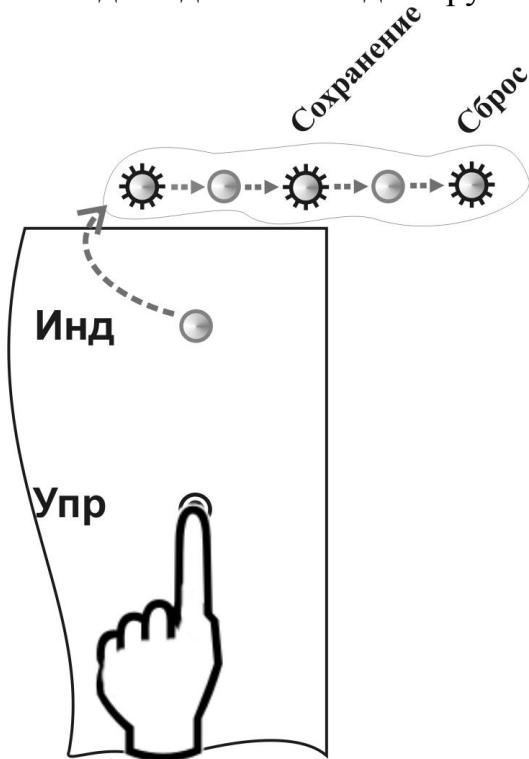
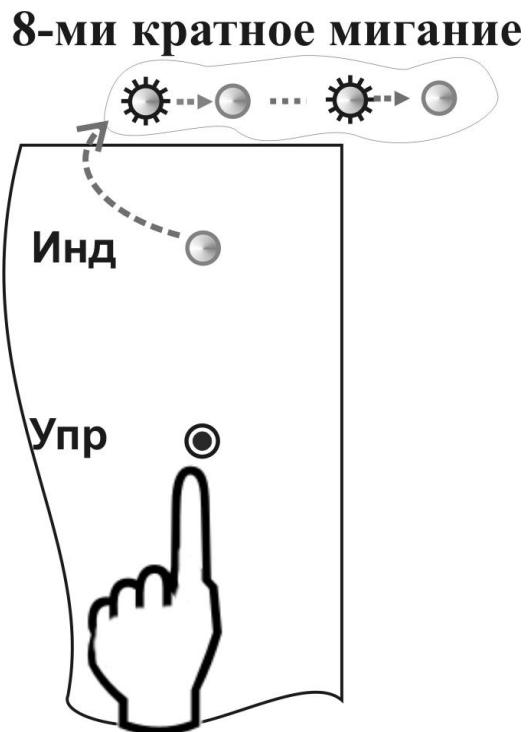

Рис. 11.4
Рис. 11.5
11.4.7 При завершении установки порогов*, нажать и удерживать соответствующую кнопку до второго включения индикатора (см. рис. 11.4). После чего отпустить кнопку. Прерывистое восьмикратное свечение индикатора при отпусканье (см. рис. 11.5) кнопки означает, что данные сохранены.